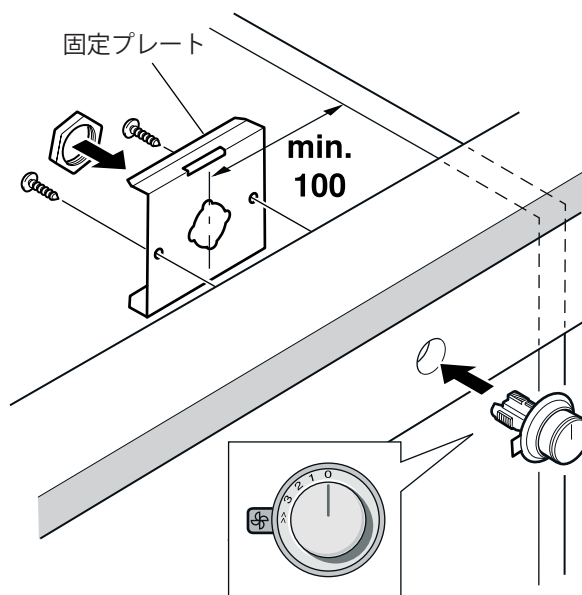

図8
3. コントロールノブを取り付け用穴の前面から差し込み、裏面から固定プレートを入れ、固定ビスで留めます。コントロールノブは付属のナットを使用してしっかりと固定します。(図8)